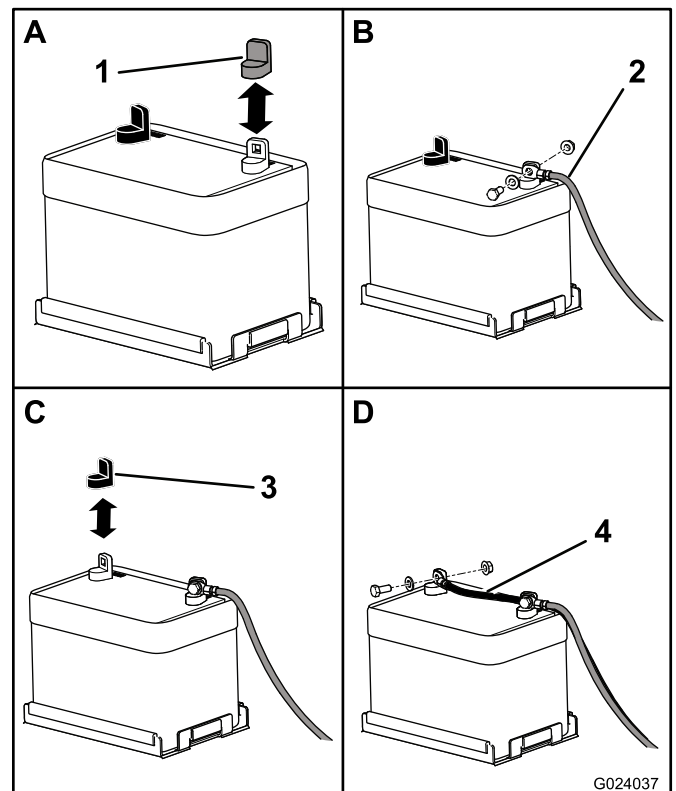

Figure 4
1. Retirez le capuchon en plastique rouge de la borne positive de la batterie (Figure 4).